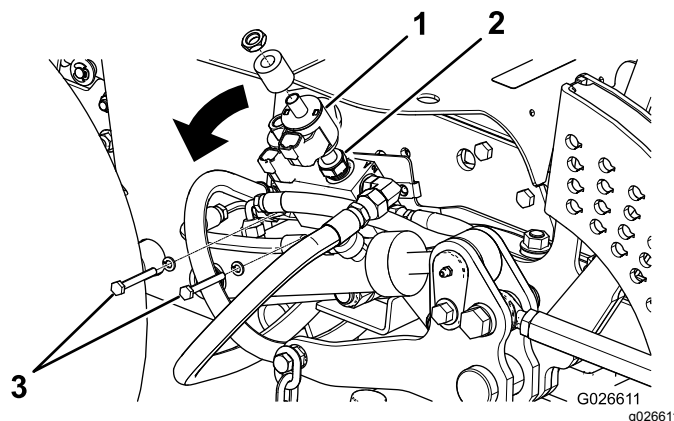

Figura 9
- B. Deslize a bobina para cima para obter acesso à válvula solenoide e, suavemente, desaperte a válvula (Figura 9).
- C. Remova os dois parafusos que prendem o coletor da válvula de elevação (Figura 9).
- D. Incline o coletor para fora (Figura 9).